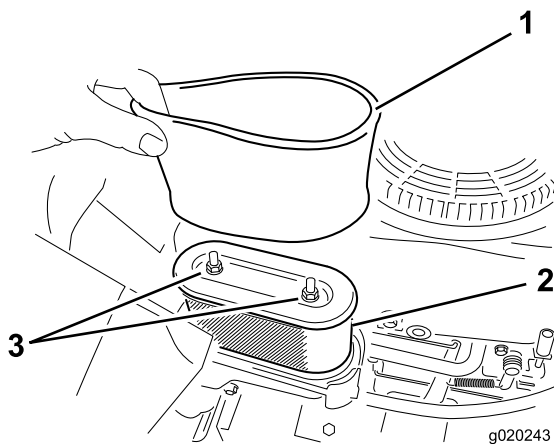

Bild 32
5. Nehmen Sie die Schaum- und Papierfiltereinsätze vorsichtig aus dem Luftfiltergehäuse heraus (Bild 32).
1. Setzen Sie den Schaumfilter auf den Papierfilter (Bild 32).